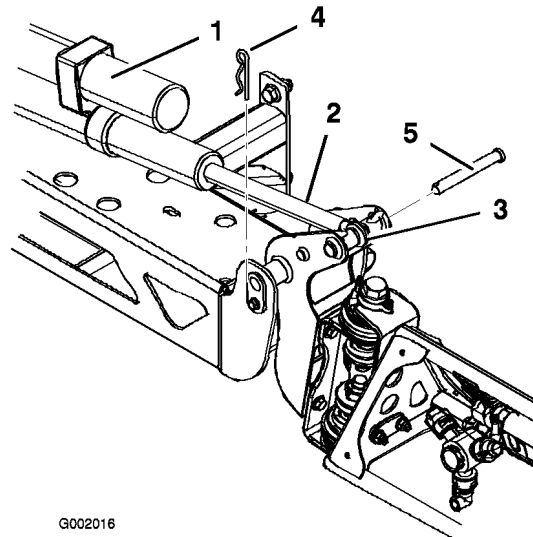

Bild 35
2. Nehmen Sie den Splint vom Gelenkstift ab (Bild 35).
3. Heben Sie das Spritzgestänge an und nehmen Sie den Stift ab (Bild 35). Senken Sie das Spritzgestänge langsam auf den Boden ab.
6. Heben Sie das Spritzgestänge an, um das Gelenk mit der Aktuatorstange auszurichten. Halten Sie das Spritzgestänge fest und stecken Sie den Stift durch das Gelenk des Spritzgestänges und die Aktuatorstange (Bild 35).